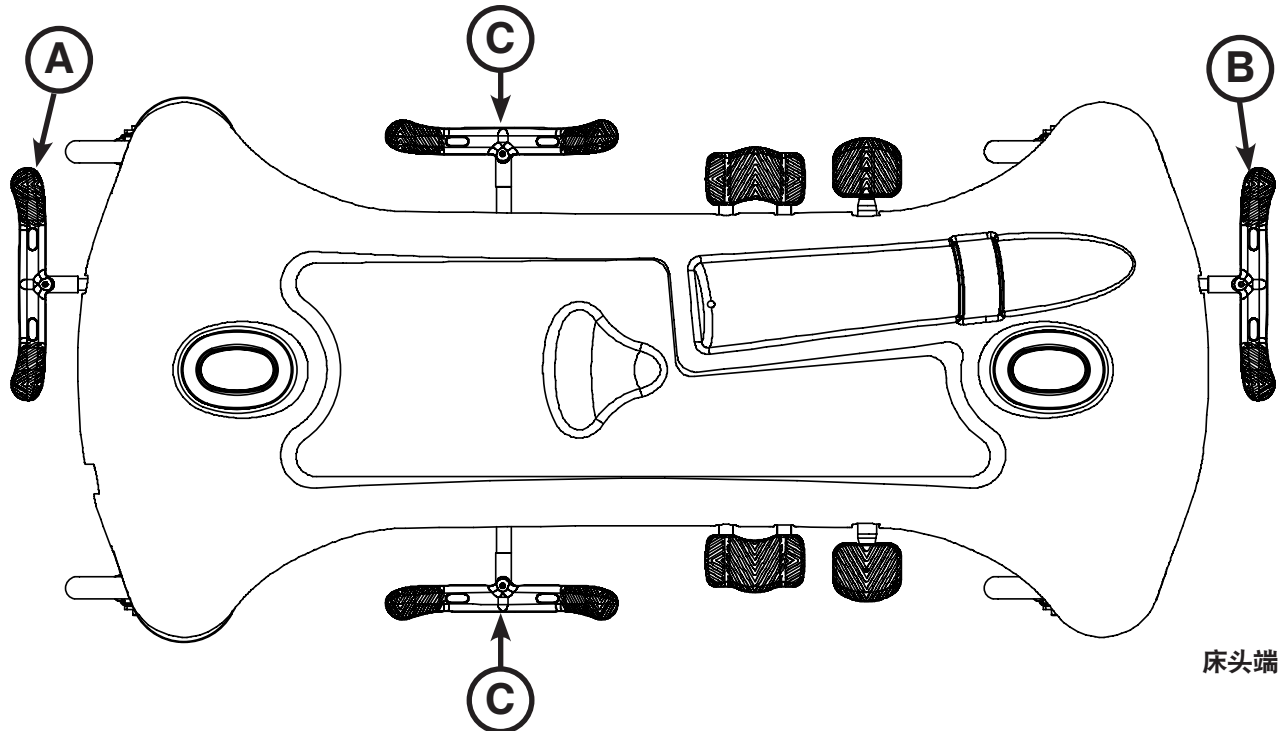

图1: 脚轮闸系统
为方便使用,担架床两端均装有脚轮闸/转向轮脚踏板,如图1所示。
**欲操作第五轮**，请将任一脚轮闸/转向轮踏板的转向轮（绿色）侧推至最低位置（请见第 11-9 页的图1）。
**欲松开第五轮**，请将任一脚轮闸/转向轮踏板的脚轮闸（红色）侧推至中立位置（请见第11-9页的图1）。